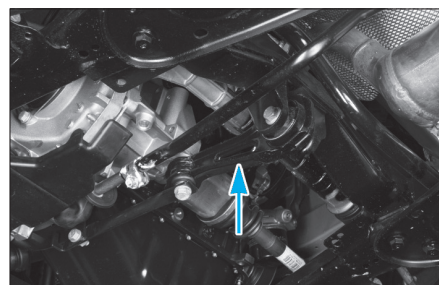

Fig. 3
- la biellette anticouple inférieure (Fig.3),